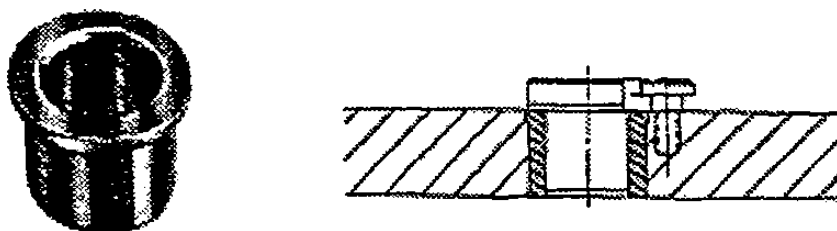
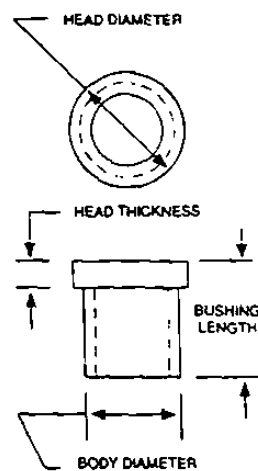

Figura 8-21. Los forros con cabeza cuentan con una cabeza para resistir el peso de las piezas axiales pesadas.
Figura 8-22. Dimensiones de los casquillos de forro con cabeza.
8.1.2.3 Forro con Reborde. Los casquillos de forro con reborde, tipo HL, Figura 8-21, son similares al casquillo de forro en cuanto a su diseño y aplicación, pero están fabricados con un reborde. Los casquillos de forro con cabeza, como los casquillos de sujeción a presión con reborde, están diseñados para aplicaciones donde las cargas axiales pesadas deben empujar a presión a un casquillo de sujeción a presión a través del orificio de montaje. Estos casquillos se pueden instalar con el reborde expuesto o abocardado, como se muestra. Cuando la placa de plantilla está abocardada para el montaje, sólo el diámetro del cuerpo del casquillo proporciona la ubicación y sólo este diámetro necesita ser escariado. El área abocardada proporciona un espacio para la cabeza y no debe ser una precisión adecuada. La Figura 8-22 muestra los diámetros de cabezas estándar. Nota: La longitud de un casquillo de forro con cabeza